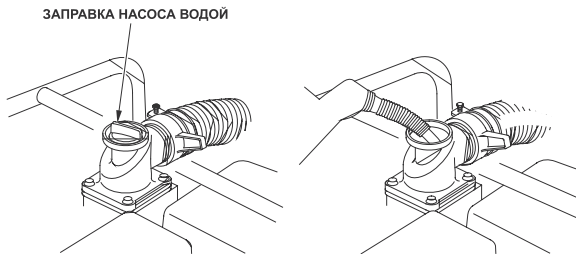

Рис.8 Заправка насоса водой
6.3.2. Для заполнения насосной камеры мотопомпы водой снимите крышку с заливной горловины насосной камеры и полностью заполните камеру водой. Установите крышку на место и плотно заверните её (Рис.8).